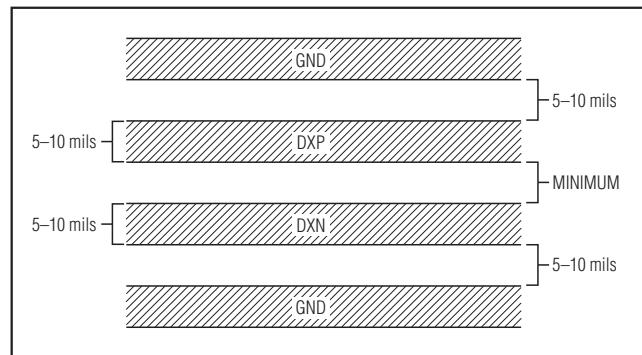

图5. 推荐的DXP-DXN PCB走线，如果在DXN和DXP走线附近有高压走线，建议采用两个外部保护带
- 3) 使DXP和DXN走线保持平行并尽量靠近。应该用每对平行的走线连接一个远端二极管。使这些走线远离高电压走线，例如+12V直流。由于DXP和地之间20MΩ的泄漏通路即可引起大约+1°C的误差，所以必须严格处理PCB污染引起的漏流。如果不可避免使用高压走线，请将DXP-DXN引线两侧的保护带连接到GND(图5)。